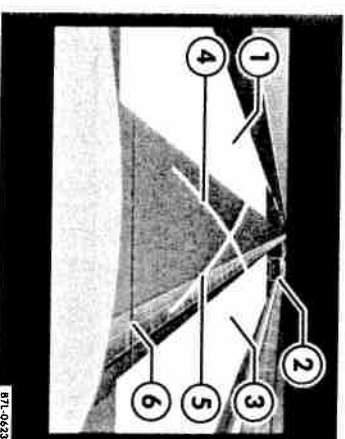

Fig. 18 Reprezentarea spațiului de parcare din spatele autovehiculului, în dreapta ① și în stânga ③.
- Deplasați-vă înapoi și orientați autovehiculul astfel încât suprafața galben deschis afișată pe ecran ⇒ fig. 18 ③ să se termine în fața obstacolului posibil (de ex. un alt autovehicul) ②. Suprafața reprezintă spațiul de parcare necesar și de aceea trebuie să se potrivească complet în boxa de parcare.
Liniile și suprafețele orientative din dreapta ⇒ fig. 18 ① și ④, resp. din stânga ③ și ⑤ se vor dezactiva pe partea respectivă, la acționarea semnalizării. La următoarea manevră de parcare, liniile și suprafețele orientative vor fi evidențiate din nou, pentru ambele părți, până la acționarea semnalizării.
Când la autovehicul este atașată o remorcă sau când hayonul este deschis, liniile și suprafețele orientative ⇒ pagina 27, fig. 18¹²⁾ sunt dezactivate.
Culoarea	Semnificația liniilor și suprafețelor orientative ⇒ pagina 27, fig. 18 ¹²⁾